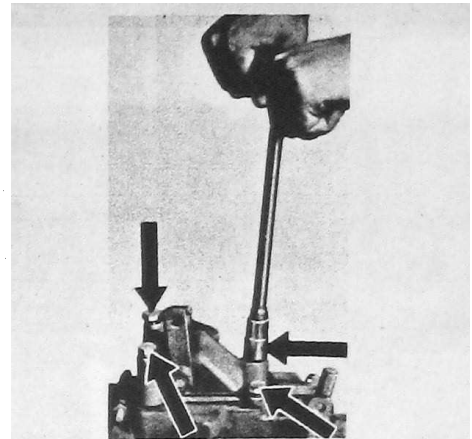

Fig. 49
1. Vier Befestigungsschrauben (Fig. 49) am Schaltgehäuse entfernen.
1. Remove the four bolts hex. holding the gear shifter housing (Fig. 49).